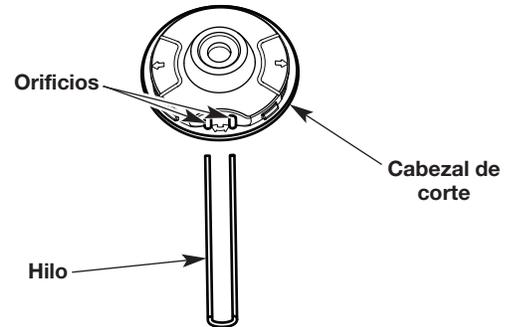

Fig. 17
3. Inserte los extremos del nuevo hilo de recorte dentro de los orificios del cabezal de corte (Fig. 17). Empuje el hilo a través de los orificios hasta que ambos extremos sobresalgan de los conductos de posicionamiento (Fig. 18).